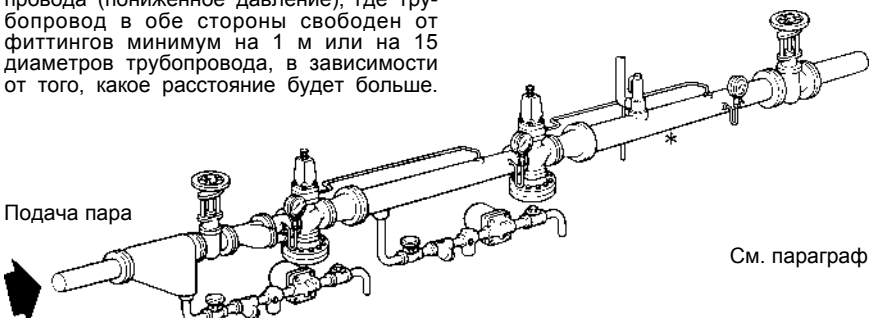

Рис.4 Последовательная установка двух редуцирующих клапанов
1.2 Монтаж (Рис. 2, Рис. 3, Рис. 4)
Клапан всегда монтируется в горизонтальном трубопроводе, камера основной диафрагмы должна находиться ниже линии (Рис. 2). При больших нагрузках, больших перепадах нагрузки или необходимости точного регулирования, можно использовать параллельно два или больше клапанов (Рис.3). При снижении давления более, чем в 10 раз рекомендуется рассмотреть возможность последовательной установки двух клапанов. Во избежание нестабильности объем трубопровода между клапанами должен быть эквивалентен минимум 50 диаметрам по длине промежуточного трубопровода. Для обеспечения отвода конденсата в пространстве между клапанами требуется установка конденсатоотводного узла, как показано на Рис. 4.